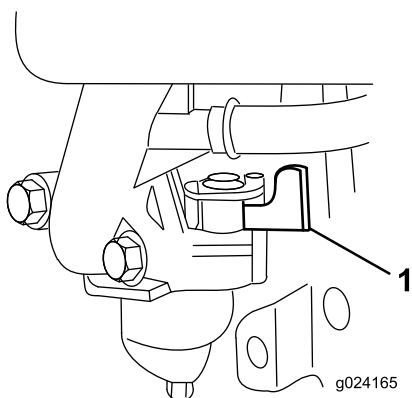

Figure 13
2. Ouvrez le robinet d'arrivée de carburant en tournant le levier vers la droite (Figure 13).
Remarque: Fermez le robinet d'arrivée de carburant en tournant le levier (**Figure 13**) vers la **gauche** si vous ne prévoyez pas de démarrer le moteur tout de suite après.